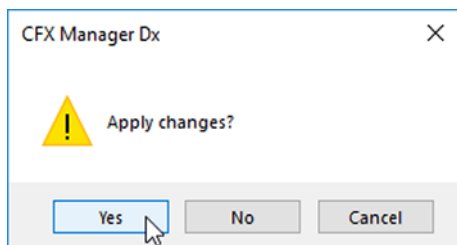

Figura 31: Cuadro de diálogo de confirmación
9. Confirme para aplicar los cambios haciendo clic en **Yes** (sí) (consulte la Figura 31).